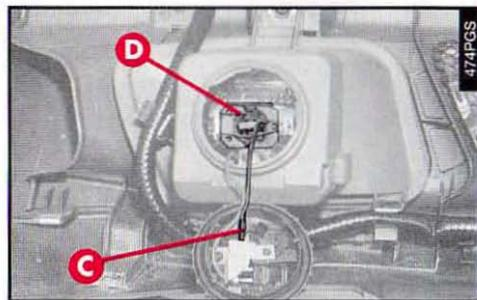
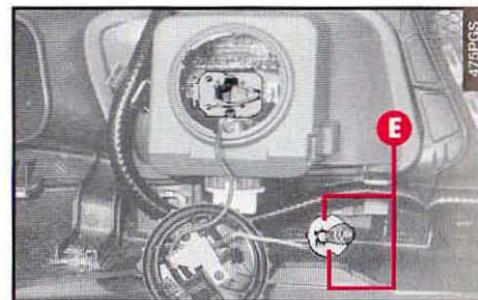

fig. 56
fig. 57
– Sortir la cosse du câble d'alimentation (C-fig. 56).
– Décrocher le ressort de retenue de l'ampoule (D-fig. 56) et sortir l'ampoule.
– Remonter la nouvelle ampoule en faisant coïncider les ailettes (E-fig. 57) de la partie mécanique avec les rainures prévues sur la parabole du phare et raccrocher les ressorts de retenue (D-fig. 56).
– Rebrancher la cosse du câble d'alimentation (C-fig. 56).